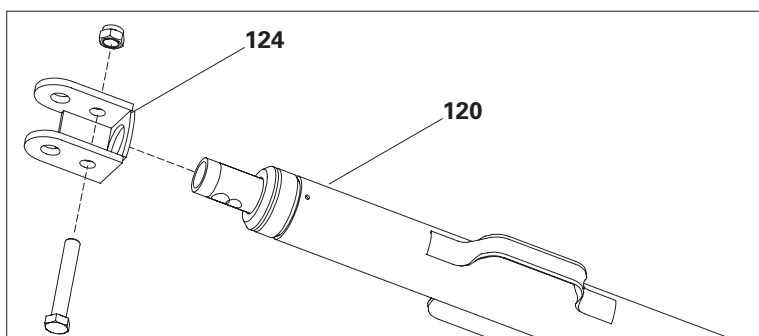

Fig. D1.11
1. Montare l'adattatore della forcella (124) sul lato dell'edificio del puntello per carichi pesanti (120) utilizzando il bullone e il dado forniti. (Fig. D1.11)
2. Collegare la piastra base del puntone SLS/RCS (121a) al montante parapetto di protezione (1) utilizzando un perno di montaggio $\varnothing 26$ mm (25) e uno $\varnothing 21$ mm (24). Fissare tutti i perni di fissaggio con gli inserti a molla (26 + 27).
3. Collegare il puntello per carichi pesanti (120) alla piastra base (121a) utilizzando il perno di montaggio $\varnothing 21$ mm (24) e l'inserto a molla (26).